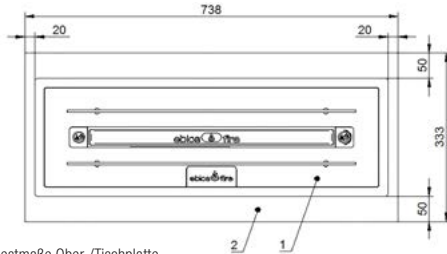

Abb. 4 Mindestmaße Ober-/Tischplatte
- Das Mindestmaß der Ober-/Tischplatte (Abb. 4) beträgt mindestens 738 x 333 mm (Breite x Tiefe).